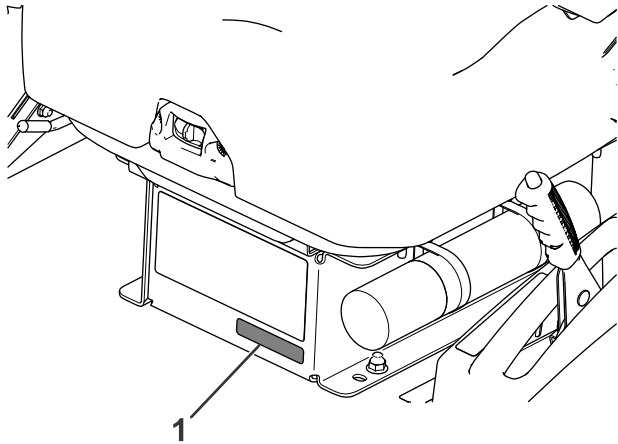

Figura 7
1. Instale la pegatina en la máquina como se muestra en la Figura 7.